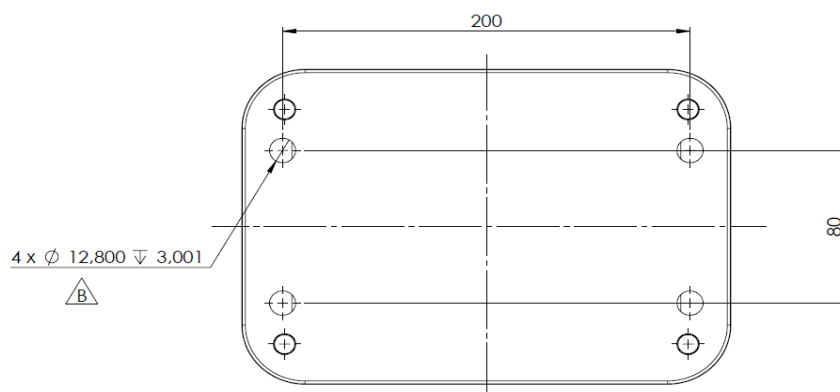

Figure 14 – dimensions du ECU
10. Comme chaque chaise est unique, il n'y a aucun support de montage disponible. Les dimensions, à voir dans Figure 14, doivent être respectés pour monter le UCE. Utilisez quatre vis M6 avec les écrous borgnes pour fixer le UCE. CoMoveIT propose des supports de fixation spécifiques pour les fauteuils roulants Permobil et Ottobock. Le support de montage doit être acheté séparément de votre appareil.
L'un des repose-pieds, pouvant être soit le gauche soit le droit, est utilisé pour actionner le commutateur. Il s'agit de changer de direction, soit en avant, soit en arrière. En maintenant le commutateur enfoncé plus longtemps, on accède au menu de commande. (Figure 14).